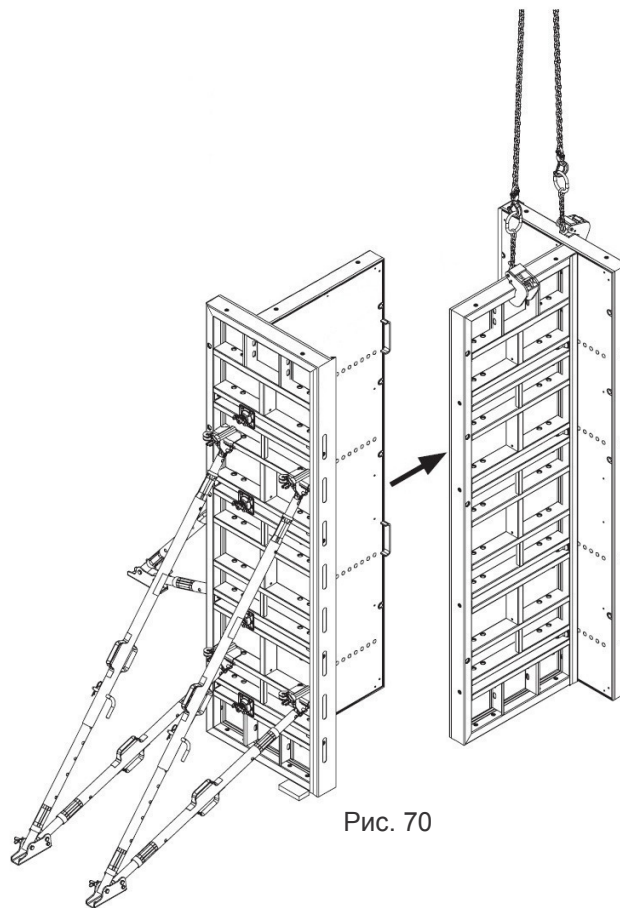

Рис. 70
5. Установить ответный Г-образный элемент опалубки. (Рис. 70)